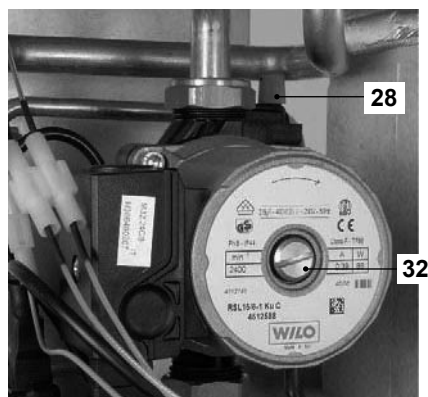

Figura 6.3
- Allentare il tappo della valvola di sfiato automatica 28 in Figura 6.3.
- Togliere il tappo 32 in Figura 6.3 e sbloccare la pompa ruotando il rotore con un cacciavite.